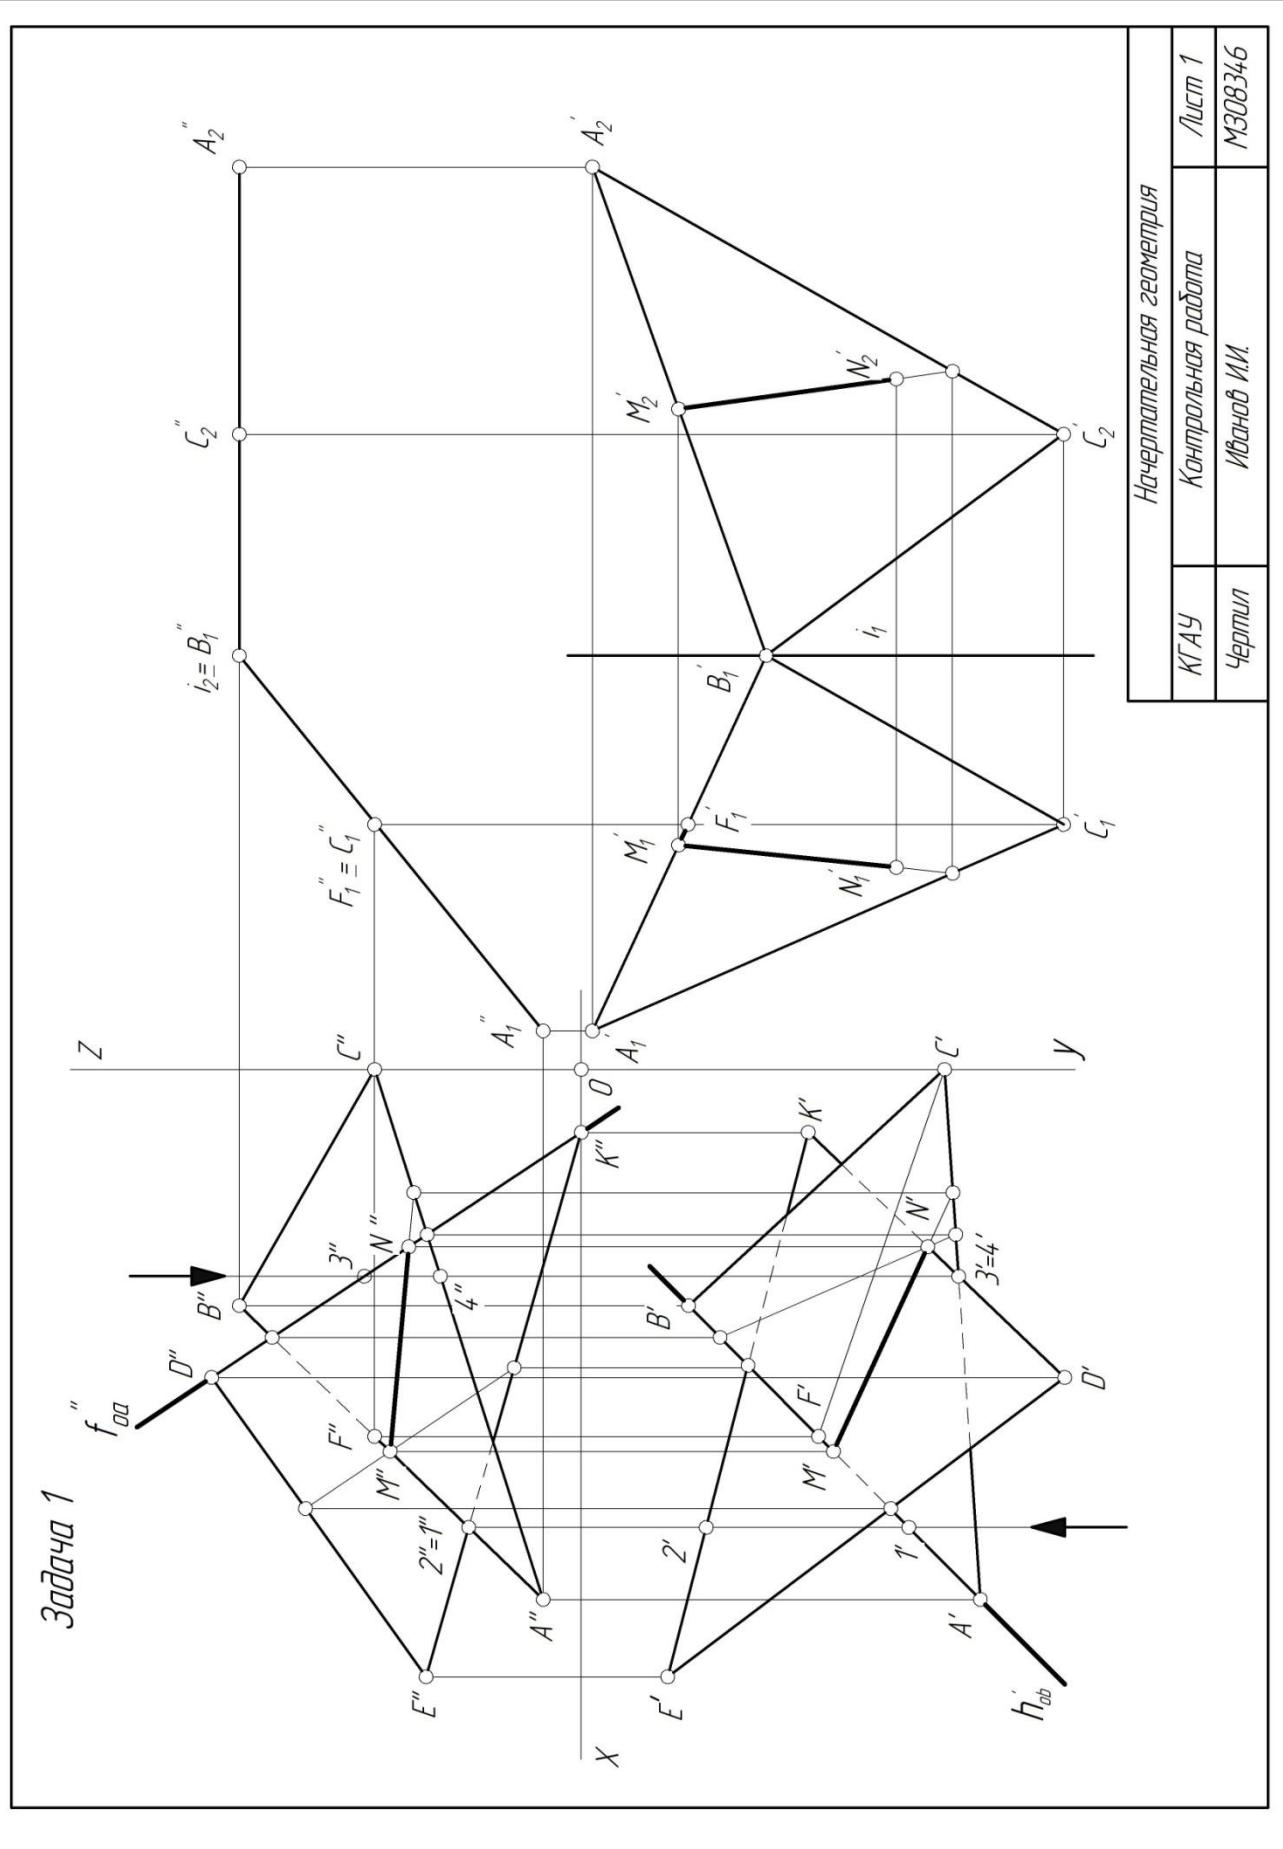

Рисунок 4 - Пример выполнения листа №1 контрольной работы №1
1. В левой половине листа №1 намечаются оси координат (рисунок 4).